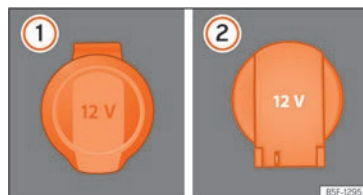

Fig. 148 Prise de courant de 12 volts : ① à l'intérieur de l'accoudoir avant, ② dans le coffre à bagages.
- Levez le cache de la prise de courant »» **fig. 148 ①**.
- Levez le cache de la prise de courant »» **fig. 148 ②**.